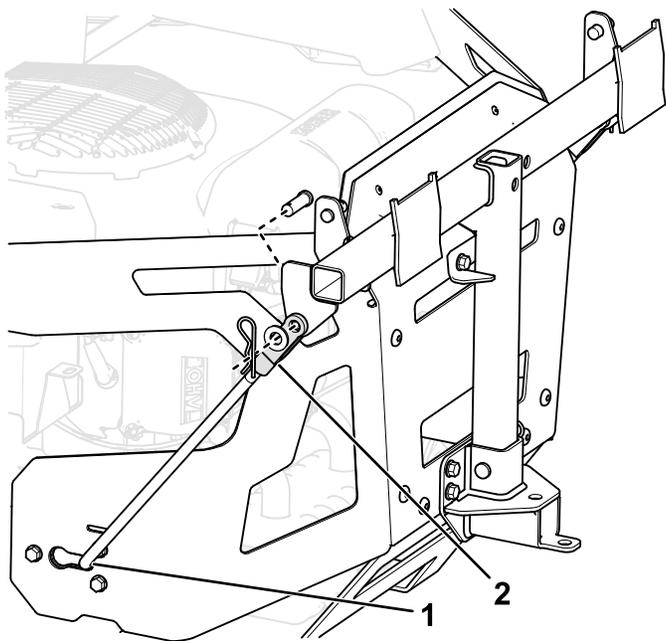

Figura 16
5. Instale a extremidade alargada e dobrada de uma barra na ranhura da parte lateral da estrutura da máquina e mova a barra para trás para a encaixar na estrutura (Figura 16).
7. Prenda as extremidades das barras na estrutura do depósito de recolha como se mostra na Figura 16 e prenda a extremidade de cada barra com um passador de forquilha e um perno do gancho.